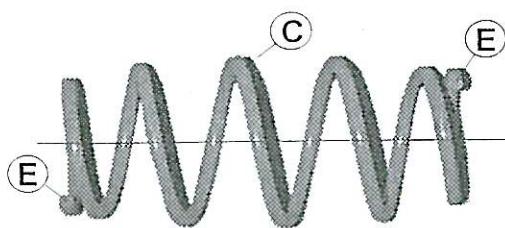

fig.2.
10. Platzieren Sie die Niveaufeder C mit den Enden E zur Vorderseite des Autos über den Gummipuffer 2. Siehe Fig.2.
10. Enfoncez le ressort de renfort C autour de la butée en caoutchouc 2, avec les extrémités E orientées vers l'avant de la voiture. Voir figure 2.